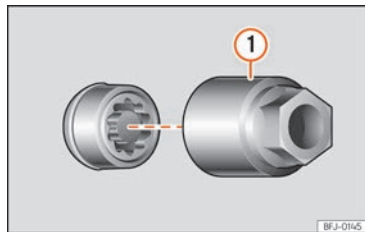

Fig. 225 Tornillo antirrobo de la rueda con capuchón y adaptador.
- Encaje el adaptador especial »» fig. 225 ① (herramienta de a bordo »» pág. 319) en el tornillo antirrobo de la rueda hasta el tope.